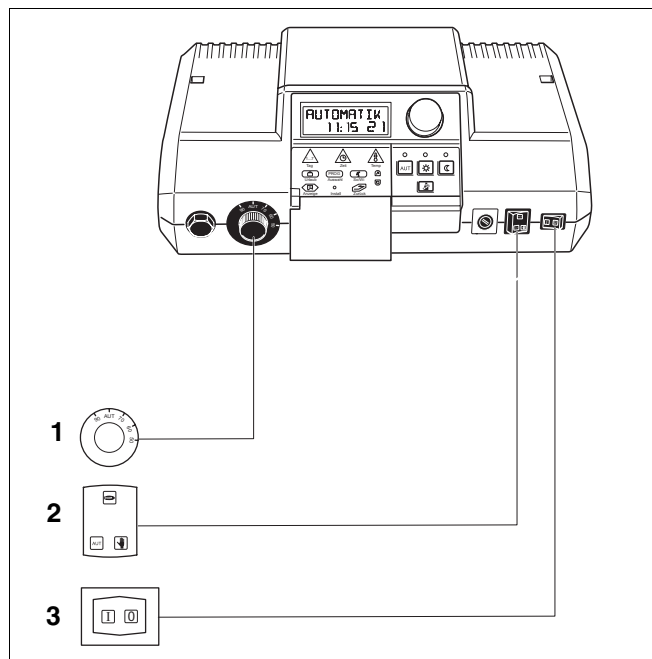

Abb. 13 Einstellungen der Bedienelemente prüfen
- Kesselwassertemperaturregler (Abb. 13, **Pos. 1**)
- Schalter Notbetrieb Heizung und Warmwasser (Abb. 13, **Pos. 2**).
- Betriebsschalter in Stellung **I** stellen (Abb. 13, **Pos. 3**).